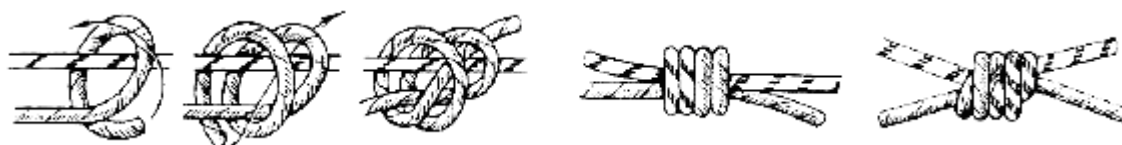

Рис. 4. Вузол «грейпвайн»
**Завдання 4.** Навчитися в'язати вузол «грейпвайн» (рис.4).